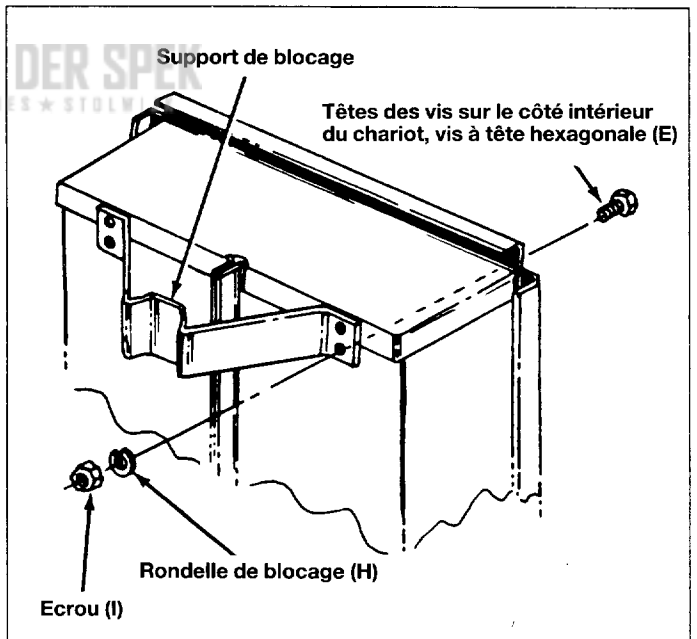

Fig. 9
14. Assemblez le support de blocage en utilisant quatre vis de 6 mm x 16 mm (E), quatre rondelles de blocage (H) et quatre écrous (I). Voir la figure 9.